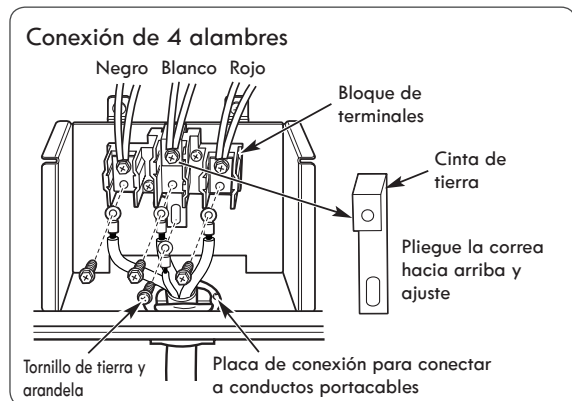

FIGURA 9
1. Quite los tres tornillos inferiores del bloque de terminales y consérvelos. (Ver Figura 9).